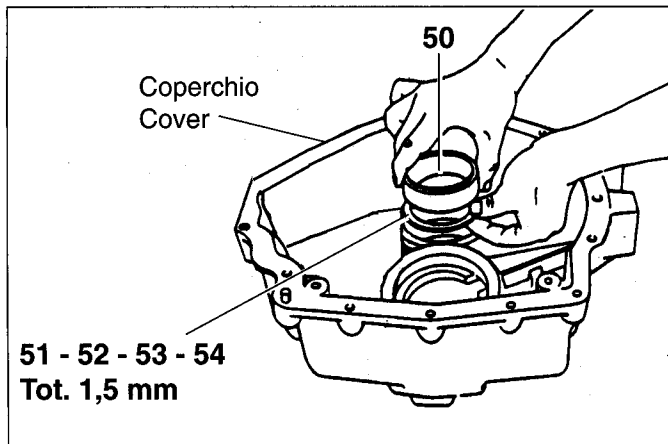
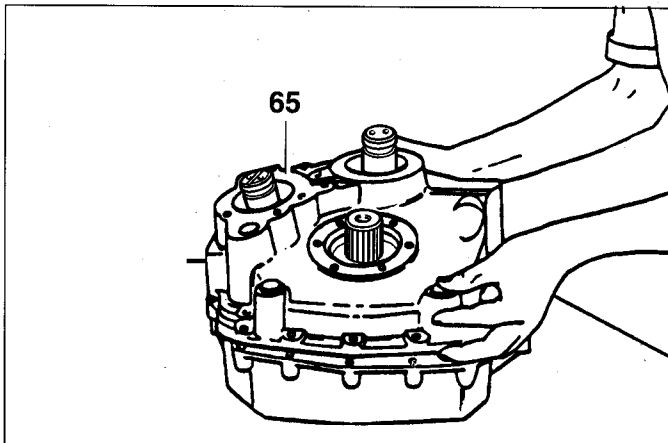

Fig. 31
Fig. 35
entrata, nel coperchio. La loro somma deve dare uno spessore totale di 1,5 mm. Poi, con l'attrezzo (15751990117) montare la coppa del cuscinetto (50) (Fig. 31).
- 6) Montare sul coperchio la falsa scatola, attrezzo (15751990215) per IRM 220 A1, (15751990400) per IRM 225 A, che riproduce la semiscatola invertitore. Tale attrezzo permette attraverso le sue aperture di rilevare il gioco tra i denti degli ingranaggi. (Ne si omette il disegno costruttivo in quanto la realizzazione richiede lo stesso ciclo di produzione utilizzato per le semiscasse) Fig. 35.
- 7) Montare le ralle esterne dei cuscinetti (63), (66) e (79) e assestare con l'attrezzo (15751990117). Con l'attrezzo (15770900005) tenere bloccato l'asse di uscita (61). Attraverso le apposite aperture posizionare il
combine them to reach a fixed shimming of 1,5 mm. Then using the tool (15751990117) drive outer race bearing (50) (Fig. 31).
- 6) Put on the half casing, the tool (15751990215) for IRM 220 A1, (15751990400) for IRM 225 A which reproduces the reverse gear half casing. This tool, by means of its opening, shows the play between the gear teeth. (The drawing is not included in that its production is the same of the half casing) Fig. 35.
- 7) Fit outer race of tapered bearing (63), (66) and (79) and set then down with tool (15751990117). With the tool (15770900005) lock the shaft (61). Position the tracer point of the magnetic base centesimal feed loop at the side of the teeth of the gear (76) through the appropriate opening, and turn it
- 1) Sostituire con la semicarcassa (65) l'attrezzo che la riproduceva (Fig. 35).
- 1) Exchange the dummy half casing (65) for the real half casing (Fig. 35).